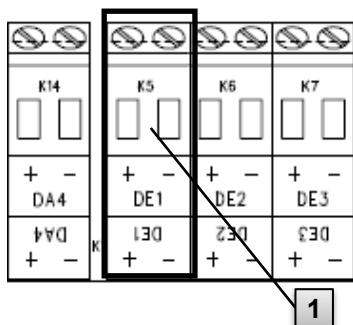

Fig. 13
1. Brancher la sortie d'impulsion du compteur de gaz à la borne « DE1 » (**1** dans Fig. 13, page 52) de l'EK280.
1. Brancher le codeur du compteur de gaz à la borne « DE1 » (**1** dans Fig. 13, page 52) de l'EK280.
1. Brancher la sortie d'impulsion HF du compteur de gaz à la borne « DE1 » (**1** dans Fig. 13, page 52) de l'EK280.